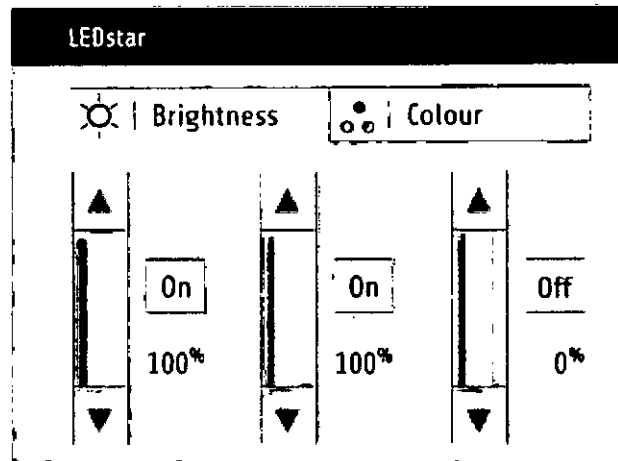

Figura 5 – Pantalla de color de LEDstar
3. Al presionar el botón de "brillo", la pantalla color aparecerá como se muestra en la Figura 5. Para cada uno de los tres puertos de iluminación, el visor mostrará el color de la salida de la fibra óptica. El color puede cambiar entre amarillo y blanco al tocar la flecha UP/DOWN. El color actual será visualizado como una barra de color. La altura y el color de la barra indican el color de salida de luz. Note que cuando la pantalla no sea tocada por 5 segundos, el visor cambiará automáticamente a la pantalla de brillo.